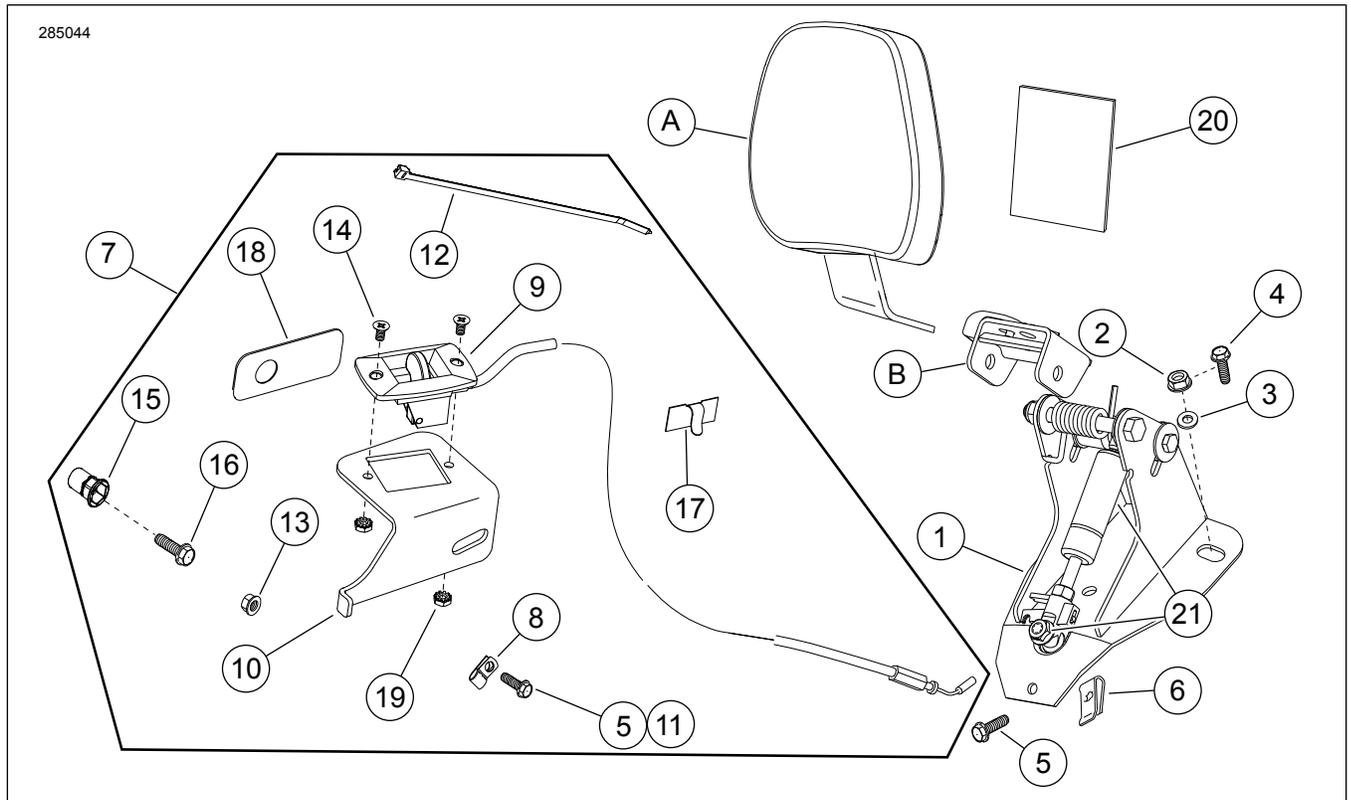

図14。交換用パーツ:アジャスタブルライダーバックレストマウントハードウェアキット
7. 「図14」を参照。キットからアクチュエーターハンドルブラケット(10)を取り出します。
8. 「図14」を参照。図に示すように、アジャストメントハンドルブラケット(10)の開口部に、ケーブル(アイテム9の一部)を挿入します。2本のスクリー(5)を使用して、アジャストメントハンドル(アイテム9の一部)をブラケット(10)に取り付けます。スクリーはしっかりと締めますが、締め過ぎないでください。
15. エバポレーターキャニスタチューブ装備カリフォルニアモデル: 図14をご参照ください。キットから粘着テープ付きクリップ(17)を取り出します。アジャストメントハンドルブラケットの平らな部分の、イソプロピルアルコールを使用して標準プラスチックホースクリップを取り外したおおよその位置を清掃します。クリップをブラケットに取り付け、エバポレーターチューブをクリップを通して配線します。チューブをクリップでしっかりと留めます。
17. 「図3」を参照。図のように、付属のフラットヘッドスクリュー(3)で、バックレストアジャストメントハンドル(2)をアジャストメントハンドルブラケット(1)に取り付けます。(アイテム5、図14) スクリューをしっかりと締め付けます。
2. 1999年以降のモデル：図14をご参照ください。図のようにフランジナット(2)、ワッシャー(3)およびスクリュー(5)を使用してバックレストブラケット(1)を取り付けます。1997-1998年式モデル：ヘックススクリュー(4)およびワッシャー(3)を使用します。
4. 「図14」を参照。シートプロテクター(20)を取り出します。